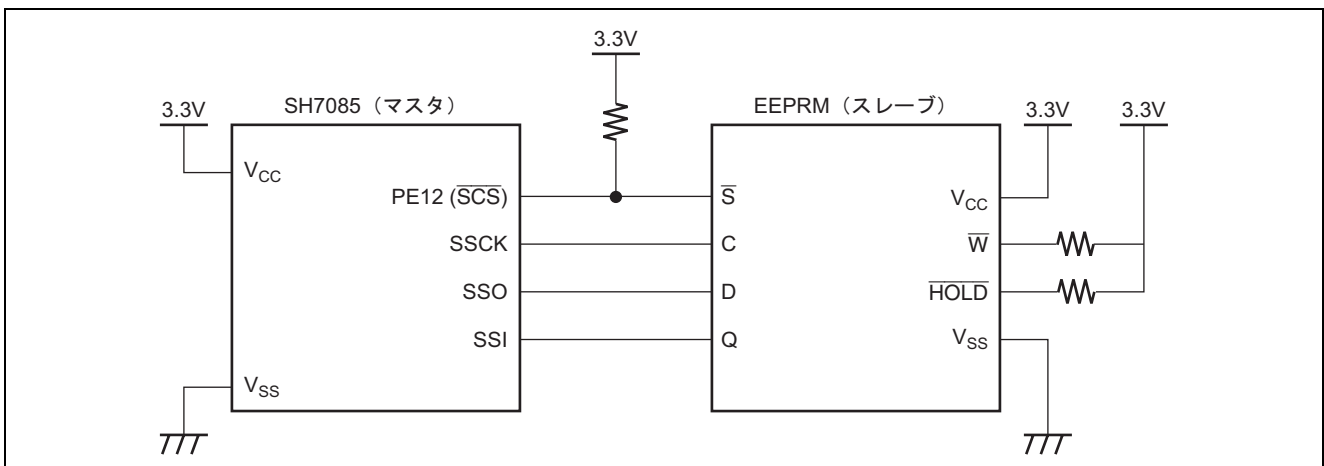

図 1 SH7085 と EEPROM の接続例
- 図 1 に SH7085 と EEPROM の接続例を、表 1 に SH7085 SSU の設定を示します。